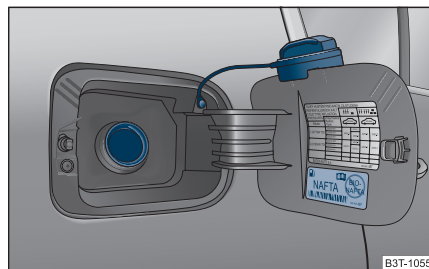

Abb. 199 Tankklappe mit abgeschraubtem Verschluss
Es gibt verschiedene Benzinorte. Bitte lesen Sie ⇒ Seite 275, „Technische Daten“, um zu wissen, welche Benzinorte Ihr Fahrzeug benötigt. Die gleiche Information finden Sie auch an Ihrem Fahrzeug auf der Innenseite der Tankklappe ⇒ Seite 224, Abb. 199.
- Drehen Sie den Tankverschluss linksherum heraus und stecken Sie ihn von oben auf die Tankklappe ⇒ Abb. 199. ▶